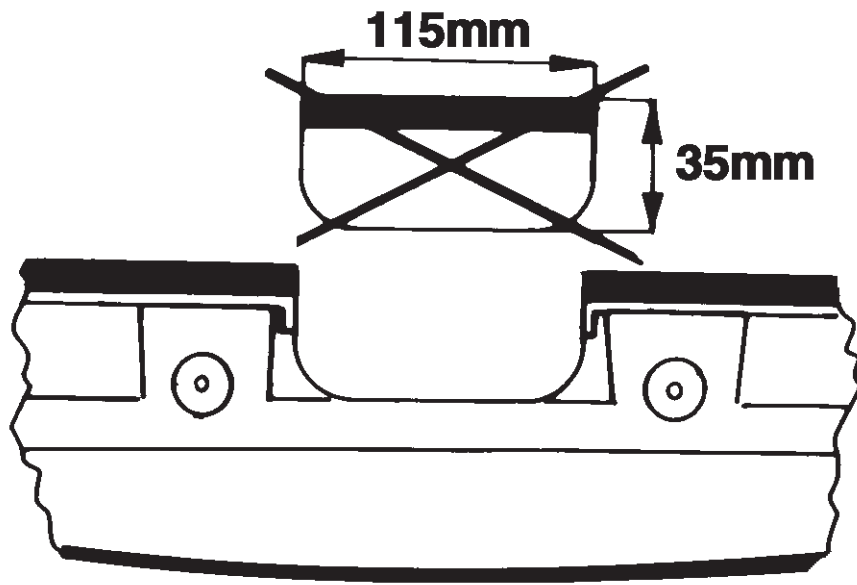
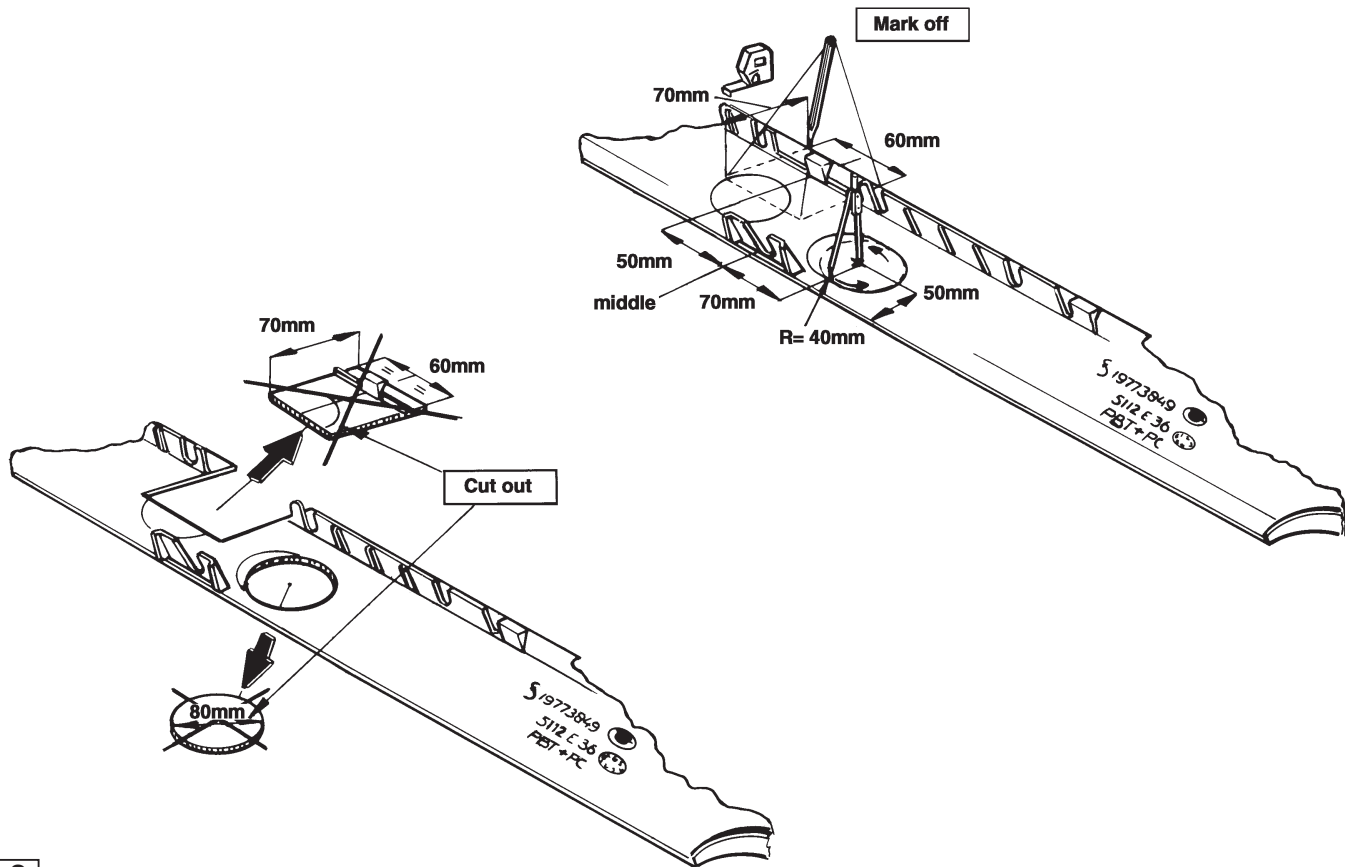

fig. 1
fig. 2
5. Scier une partie du pare-chocs conformément à la fig.1 à l'emplacement du dessous du centre du pare-chocs. Scier les parties O et P de la plaque en tôle qui se trouve sous le pare-chocs, conformément à la fig.2. Serrer tous les boulons et écrous conformément au tableau et remettre en place les pièces déposées au point 1. La barre à rotule est fixée à l'attache-remorque à l'aide de deux boulons M12x70/26,2, rondelles de blocage et écrous autofreinés inclus.
5. Såga en del enligt fig. 1 ur stötfångarens mitt (på undersidan). Såga delarna O och P ur plåten som befinner sig under stötfångaren. Se fig. 2. Dra åt alla bultar och muttrar enligt tabellen och sätt tillbaka de delar som avlägsnades under punkt 1. Kulstången monteras vid dragkroken med två bultar M12x70/26.2 inklusive förslutningsringar och självlåsandebultar.
5. Sav et stykke af undersiden midt på kofangeren ifølge tegningen. Sav delene O og P ud af pladen under kofangeren ifølge fig.2. Spænd alle bolte og møtrikker ifølge tabellen og monter de dele, som blev fjernet under punkt 1. Kuglestangen monteres på anhængertrækket med to bolte M12x70/26.2, inklusiv planskiver og selvlåsende møtrikker.
5. Serrar una parte del lado inferior del centro del parachoques de acuerdo con la fig. 1. Serrar las partes O y P de acuerdo con la fig. 2 de la chapa que se encuentra debajo del parachoques. Apretar todos los tornillos y tuercas de acuerdo con la tabla y volver a colocar lo retirado bajo punto 1. La bola se fija en el gancho de remolque por medio de dos tornillos M12x70/26.2 inclusive arandelas planas y tuercas de seguridad.